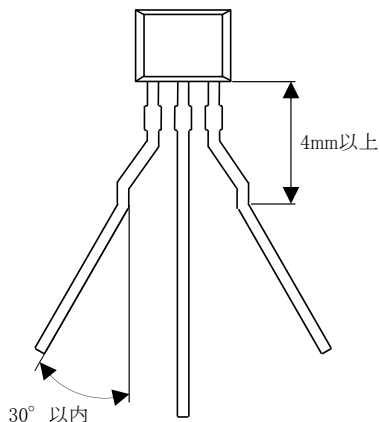

図1. リードを横方向に曲げる場合
- (1) 電極リードへのストレスが加わらないような専用治具をご用意いただくか、あるいは先の細長いラジオペンチ2本を用意し、1本のラジオペンチでリード上の折り曲げ点とトランジスタ本体との間のリード部分をはさみ、もう1本のラジオペンチで、残りのリードをはさんで折り曲げて下さい。
- (2) リードを横方向に曲げるときは、図1のようにリードの細い部分か、又はトランジスタ本体から少なくとも4mm以上離れた点で折り曲げ、その角度は 30° 以下にして下さい。